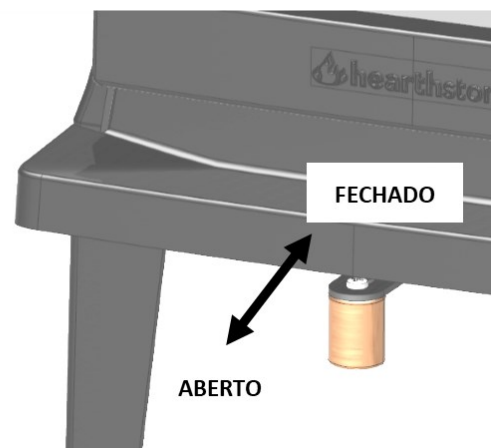

FIG. 5
Em geral, a posição intermédia é ótima, embora dependa da qualidade e da tiragem da chaminé instalada e do tipo de combustível utilizado (madeiras duras ou macias) (Fig. 5).
1. Abra completamente a válvula de regulação de ar do aparelho (Fig. 5).